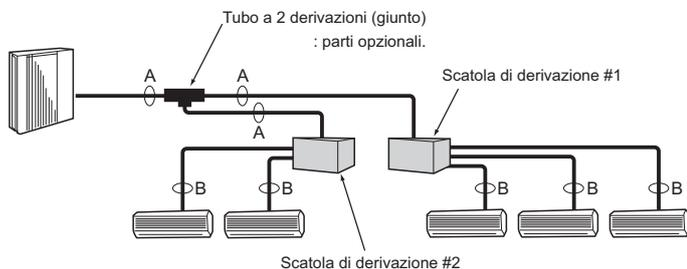

Fig. 5-3
5.4. Selezione delle dimensioni del tubo (Fig. 5-3)